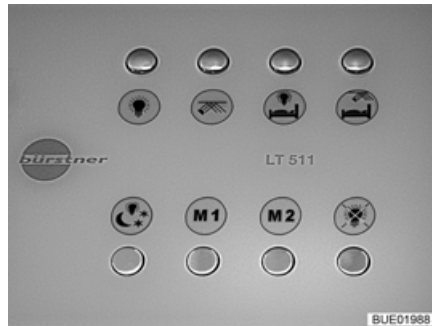

Bild 87 Panel
**Ljusbrytare** Lamporna, som är integrerade i ljussystemet, styrs via knappen på panelen (Bild 87) eller via knapparna på de två strömbrytarna (Bild 88 och Bild 89). Strömbrytarna är monterade på olika ställen i fordonet.